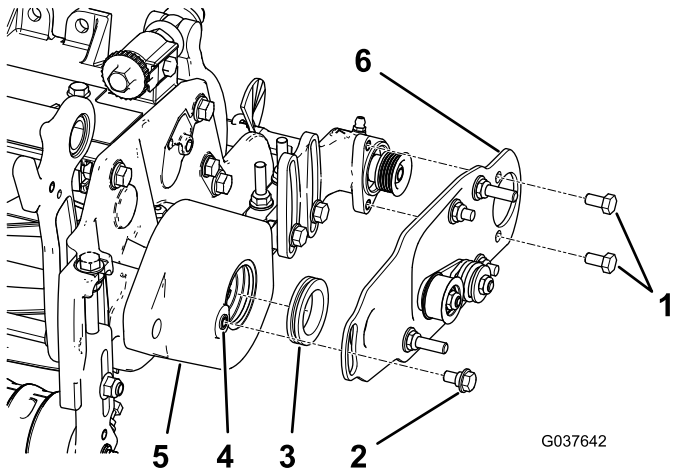

図 11
2. ローラブラシハウジングのハトメの内側にグリスを塗る 図 11。
3. 左または右ローラブラシプレートを取り付ける 図 11。
4. ボルト2本 5/16 x 1/2 インチにロッキングコンパウンドを塗り、これを使ってブラシプレートをローラブラシ用ベアリングハウジングに取り付ける 図 11。
5. ショルダボルトをねじ込む前に、タップ5/16-18を使ってローラブラシハウジングのねじ山についているペイントを完全に除去する 図 11。
6. ショルダボルトにロッキングコンパウンドを塗布する 図 11。
7. ショルダボルトを使って、ブラシプレートをローラブラシハウジングに取り付ける 図 11。